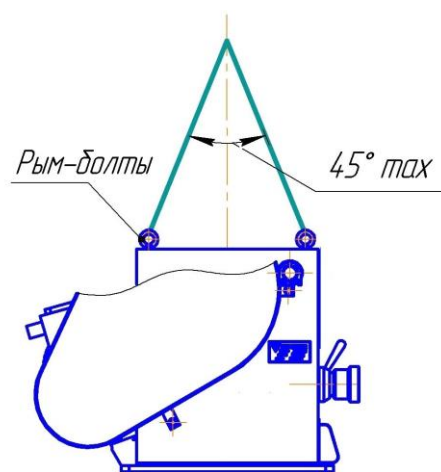
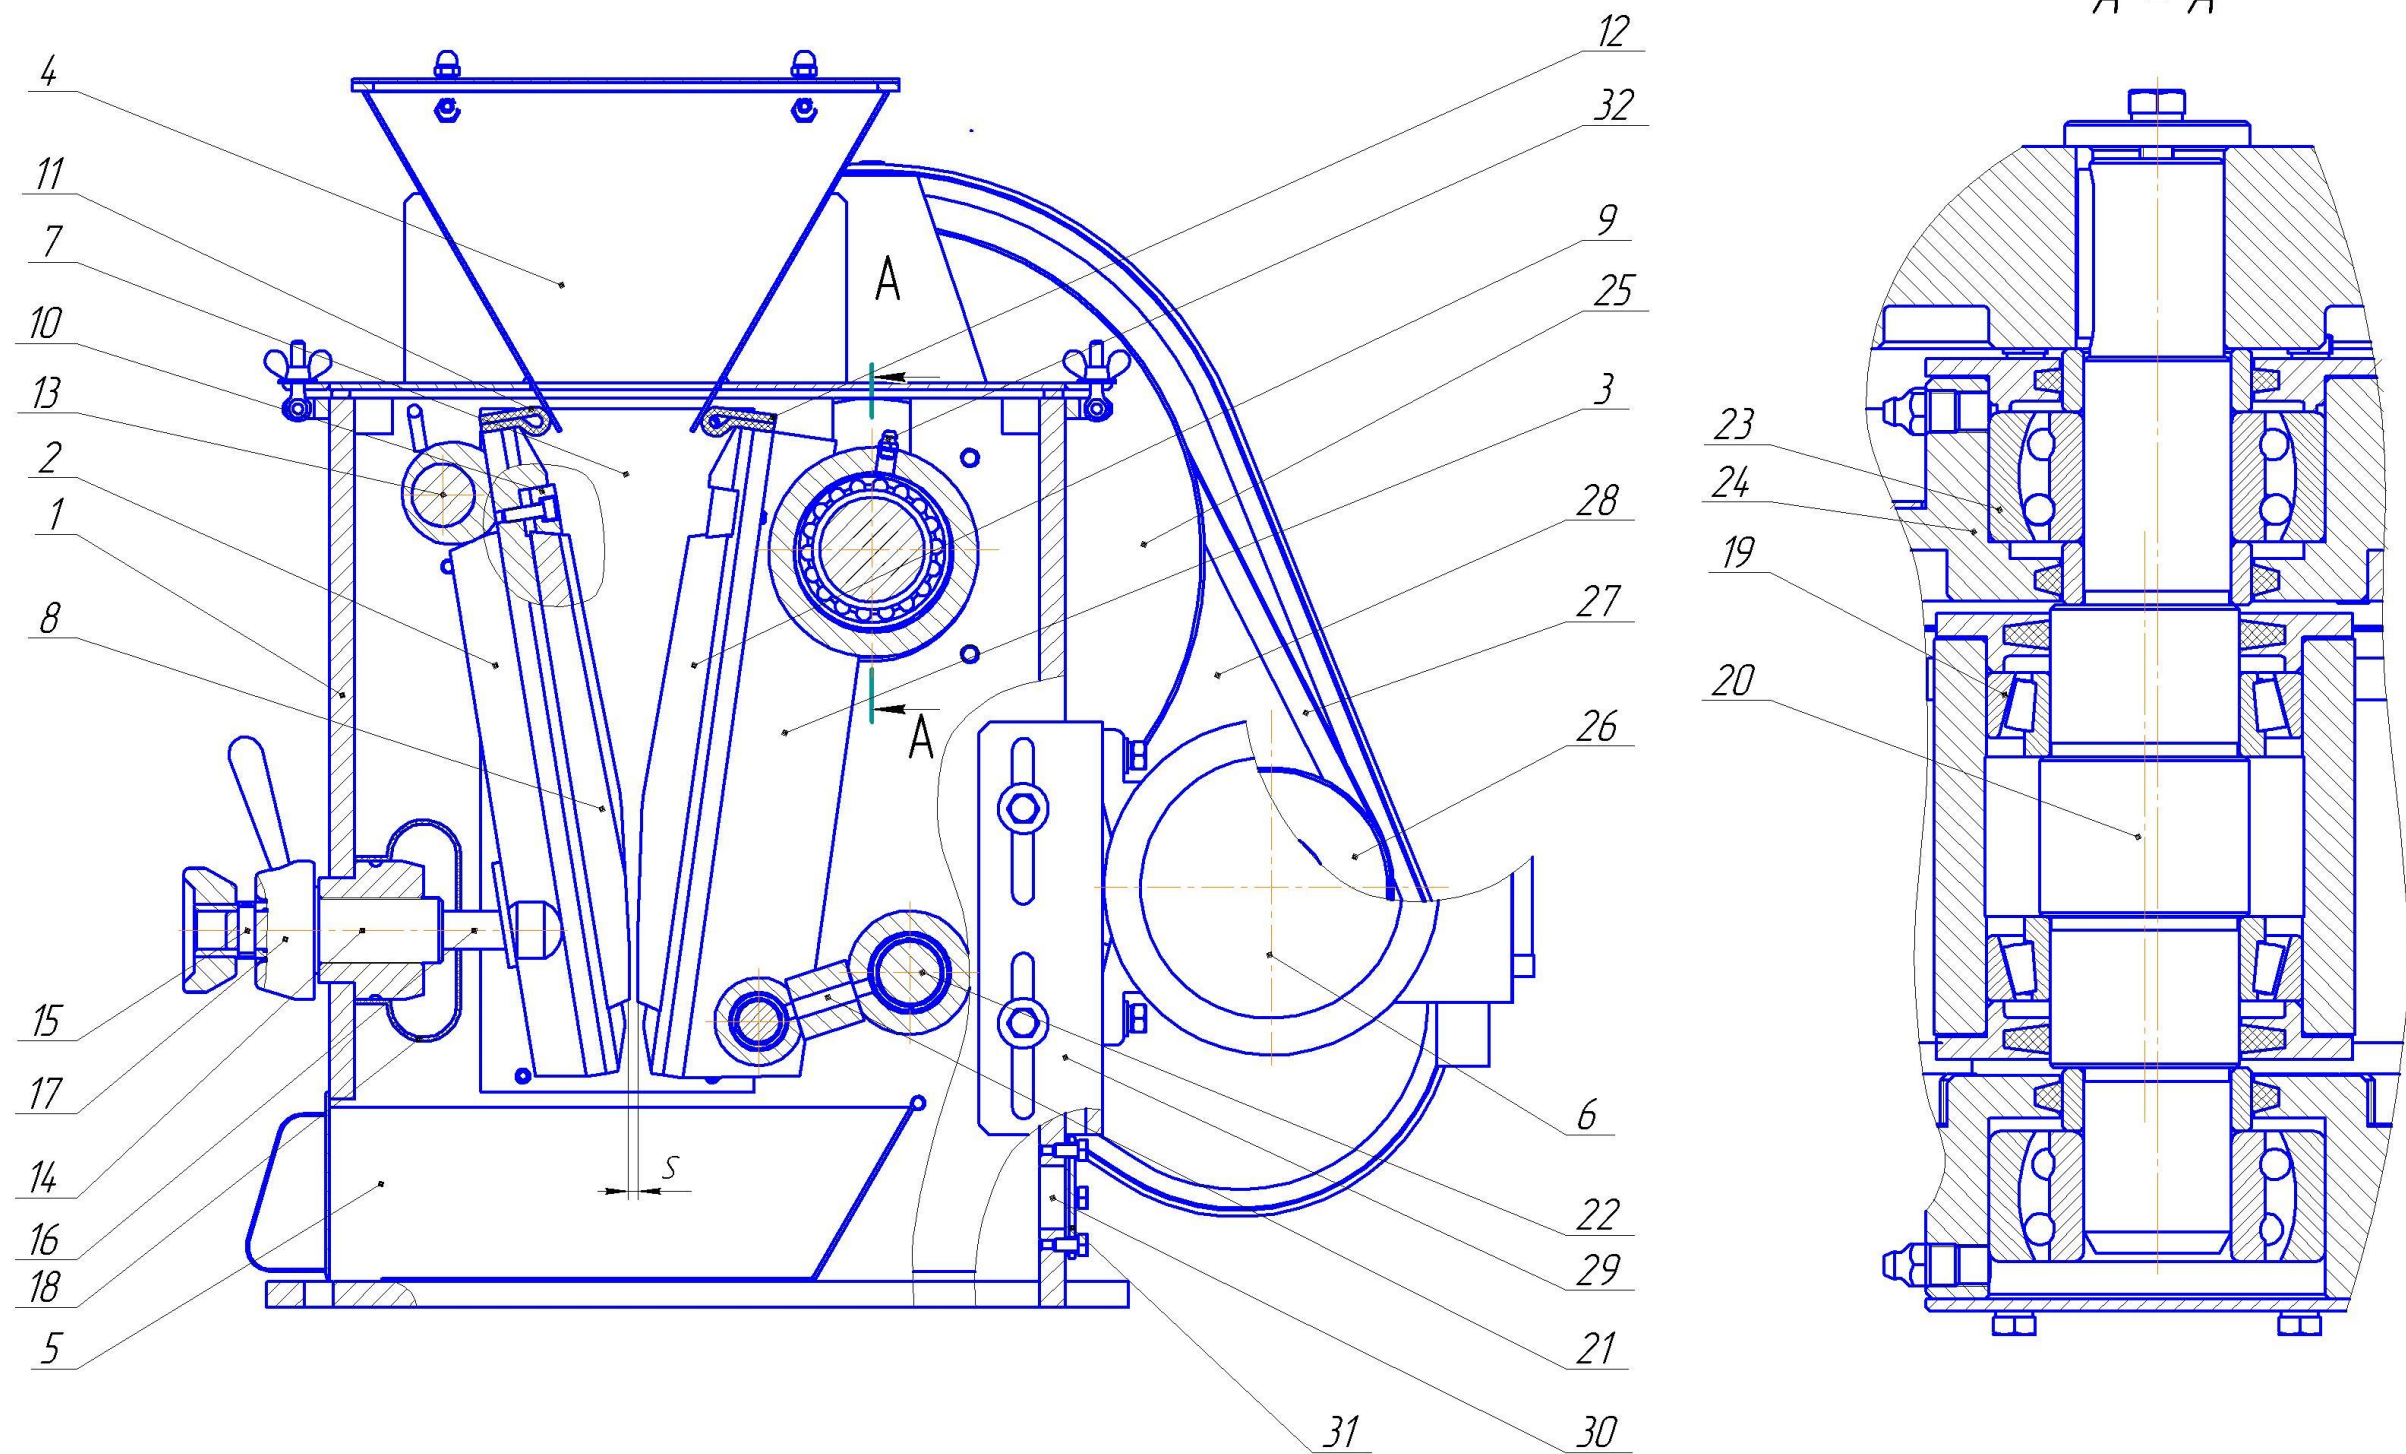

Рис.5 Схема строповки
Рис. 1 Общий вид щековой Дробилки ЩД 6
**ВНИМАНИЕ!** Строповку при погрузочно-разгрузочных работах осуществлять за рым-болты (Рис.5) Перед началом строповки вынуть приемную емкость 5 (Рис.1), снять загрузочный бункер 4. При погрузке в тару приемную емкость не вынимать.
2.5.6 Установите рым-болты (Рис.5) в резьбовые отверстия корпуса.
Заменить подшипники 23 (Рис. 1), для чего выполнить операции п.3.3.
Заменить подшипники 19 (Рис. 1), для чего выполнить операции п.3.4.
- снимите кожух 28 (рис. 1);